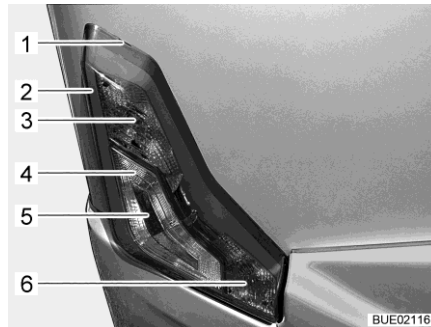

Bild 202 Belysning bak
- Sätt i ett platt verktyg i skåran (Bild 202,1) och lyft av huset försiktigt.